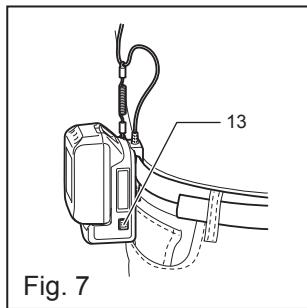

Fig. 7
**Operation (Fig. 7, 8)**
### **Fonctionnement (Fig. 7 et 8)**